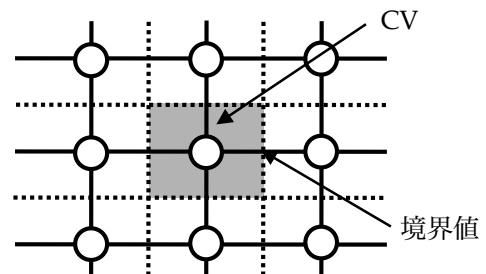
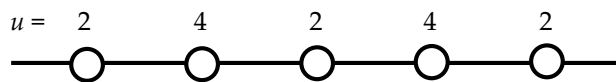

図1 有限体積法
図 3 波状速度場
CFD シミュレーションでは質量・運動量・エネルギーの保存式の離散化が必要となる。FLUENT では、この離散化を有限体積法によって行っている。有限要素法とは、図 1 に示すように、計算領域を Control Volume (CV) に分割し、CV ごとに質量・運動量・エネルギーの保存式を積分することで得られた連立代数方程式を解くという方法である。物理量は CV の中心で定義され、この値がメッシュの平均値となる。また、境界値は隣接する CV 中心の値から求める。ここでは保存則の微分方程式の離散化の方法と、CV 法の特徴でもある離散化格子の区切り方のスタッガード格子について説明する。
となり, 離散化した連続の式は, 隣接した格子点ではなく一つおきの格子点で速度が等しくなればよいことを示している. このため, 図 3 で示されるような非現実的な速度場でも式(22)を満足することになる. しかし, 合理的で意味のある解とはいえない.
スタaggerド格子を用いる重要な利点は、標準的な CV (図 1 の灰色の部分) に対して離散化された連続の式は、隣接した格子点の速度成分の差を含むようになり、図 3 のような波状速度場が連続の式を満たすのを防いでくれる点にある。